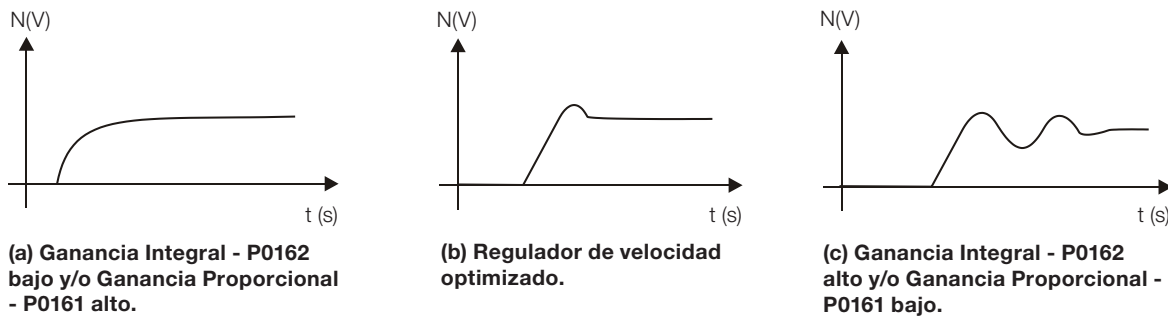

Figura 11.4: (a) a (c) Tipo de respuestas del regulador de velocidad
6. Verifique de entre las opciones de la Figura 11.4 en la página 11-14 cual es la forma de onda que mejor representa la señal leída.
7. Ajuste P0161 y P0162 en función del tipo de respuesta presentada en la Figura 11.4 en la página 11-14.